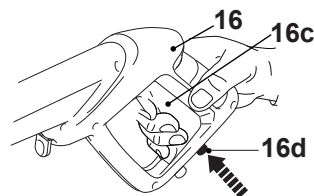

Fig. 27
4. Desactive el dispositivo de bloqueo del gatillo pulsando su correspondiente botón (16d) (Fig. 27).